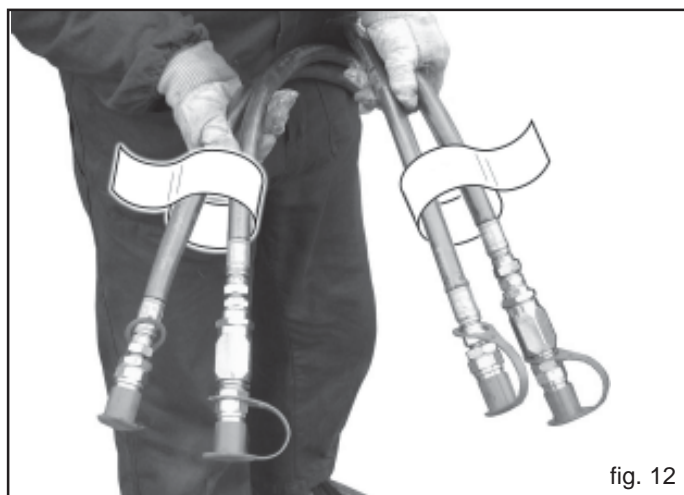

fig. 12
- 6) Raccorder correctement les tuyaux oléohydrauliques aux distributeurs du tracteur (voir chapitre 3.1), en suivant l'indication figurant sur chaque tuyau (Fig. 12).